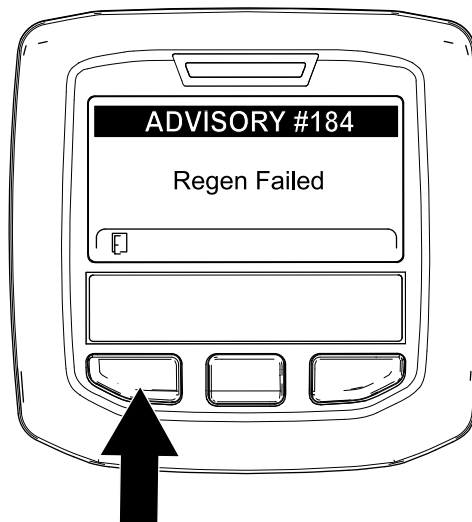

Рисунок 59
**Примечание:** Если регенерацию не удалось завершить, на дисплее инфо-центра появляется информационное сообщение № 184 (Рисунок 59). Для перехода на главный экран нажмите левую кнопку.